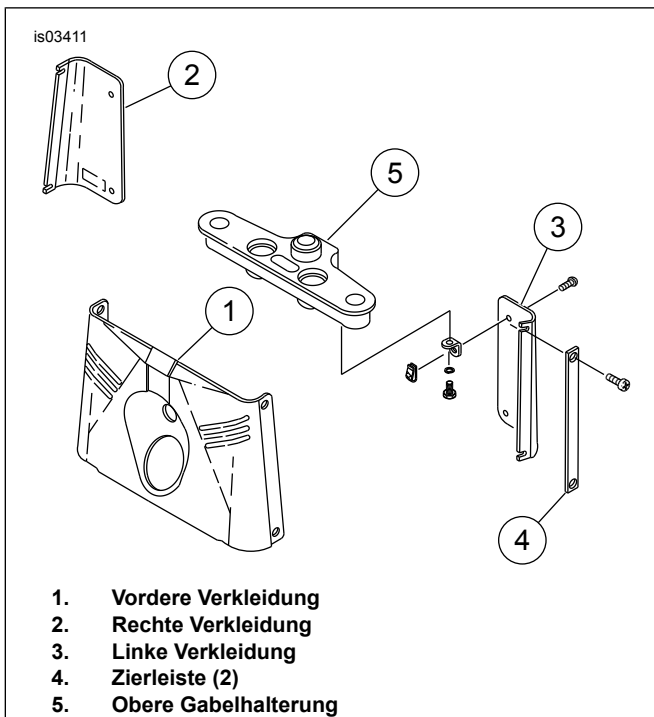

Abbildung 2. Vorderradgabel-Verkleidungen
8. Siehe Abbildung 2. Nachdem das Scheinwerfergehäuse entfernt ist, Schrauben zur Befestigung der Zierleiste (4), der seitlichen, Rückverkleidungen (2 und 3), und der vorderen Verkleidung (1) lösen und Verkleidungen entfernen. Beim Entfernen der Verkleidungen vorsichtig die Führungsklemme der Bremsleitung von der rechten Rückverkleidung aus entfernen. Die Bremsleitung **nicht** öffnen.